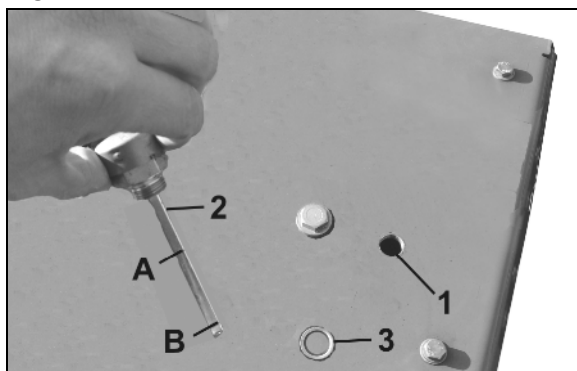

Fig. 123
2. Öl-Peilstab lösen und abnehmen (Fig. 123/2).